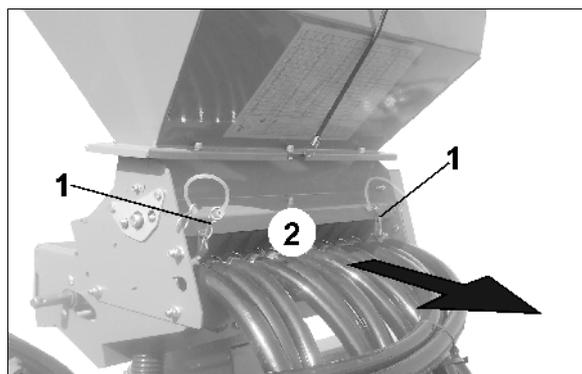

Fig. 23
2. Tirer sur les deux goupilles (Fig. 23/1).
3. Extraire l'unité de dosage (Fig. 23/2) jusqu'en butée vers l'arrière.